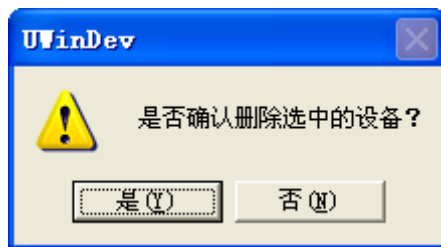

图 6-30 设备删除
(4) 选中需要删除的 MODBUS_TCP 设备，在空白处右键/删除，或菜单栏中设备/删除，或者点击删除图标“”，则弹出删除确认对话框如图 6-30，点击确认即可删除设备。